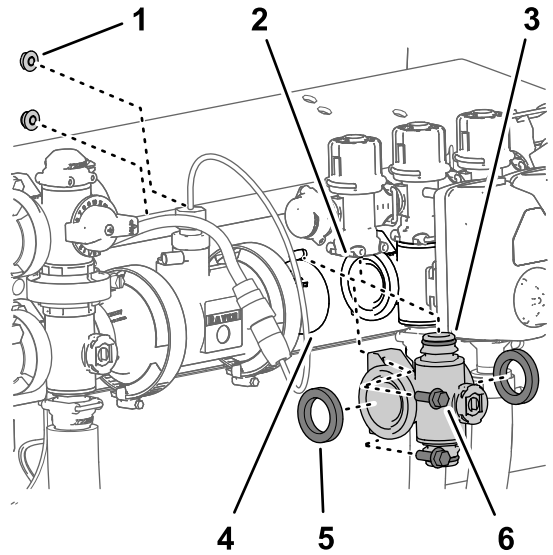

图 117
4. 对于左或右喷洒臂段阀歧管应松开将该喷洒臂段阀歧管固定至阀支架的 2 个凸缘头螺栓  $\frac{1}{4} \times \frac{3}{4}$  英寸和 2 个凸缘锁紧螺母  $\frac{1}{4}$  英寸图 117。
5. 向下移动喷洒臂段阀歧管和垫片使之与喷洒臂段旁通阀分开然后再离开机器图 117。